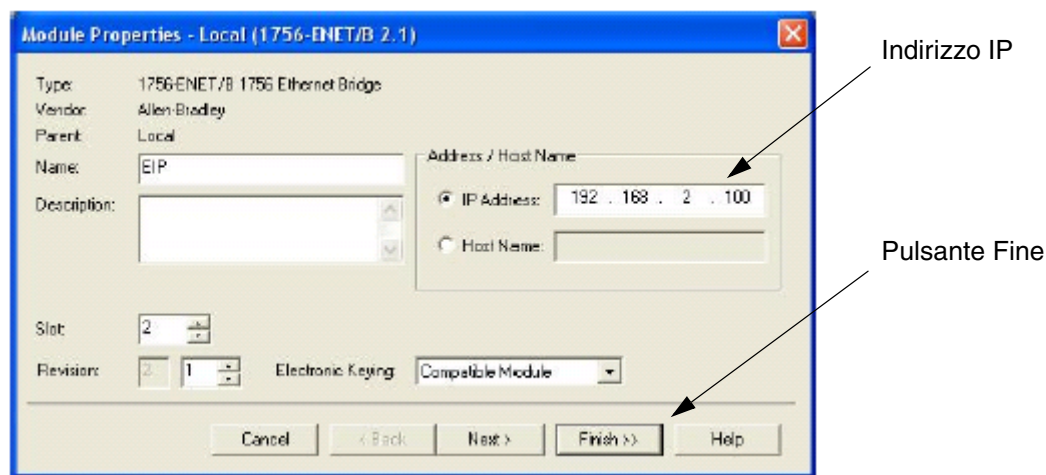

FIG.69. Proprietà del modulo Ethernet
- c. Nella finestra Select Module Type, scegliere la voce 1756-ENET/B o 1756-ENBT/A. RSLogix aprirà la finestra Module Properties. Vedere la FIG.69.
- i. Inserire l'indirizzo IP e la Subnet Mask. L'indirizzo IP deve corrispondere all'indirizzo IP inserito nella finestra Properties (FIG.69).